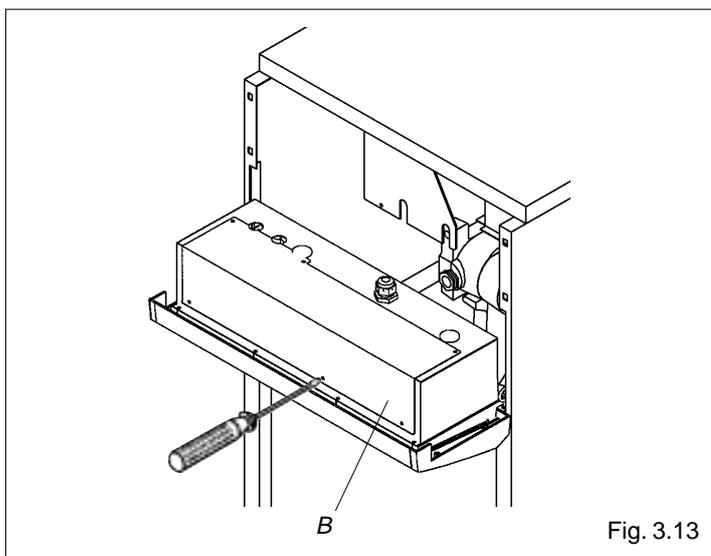

Fig. 3.13
- abrir el panel de mandos tras quitar los tornillos que sujetan la tapa del carenado (B) (fig. 3.13)